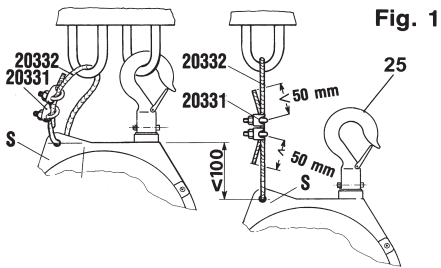

Fig. 1
Устройство (S) для страховочного подвеса балансира всегда следует закреплять к кронштейну/консоли правильно выбранных размеров, используя только стандартные крепежные приспособления (Рис. 1), которые входят в комплект поставки изделия. Страховочный подвес НЕ ДОЛЖЕН БЫТЬ закреплен на один и тот же кронштейн/консоль, что и основной подвес балансира (25) (Рис. 1). На случай поломки основного подвеса необходимо оставить дополнительный запас хода троса не более 100 мм. Извлечь ненатянутые части троса не менее чем на 50 мм и затянуть гайки зажимов 20331 (рис. 1) постепенно и одновременно с крутящим моментом 4 нм.
Правила эксплуатации балансира предписывают проведение периодического контроля (например, раз в рабочую смену) состояния верхних устройств для подвески (25) и (S) (Рис. 1), крепежных винтов, самоблокирующихся устройств (если таковые используются), а также состояние крюков и троса.